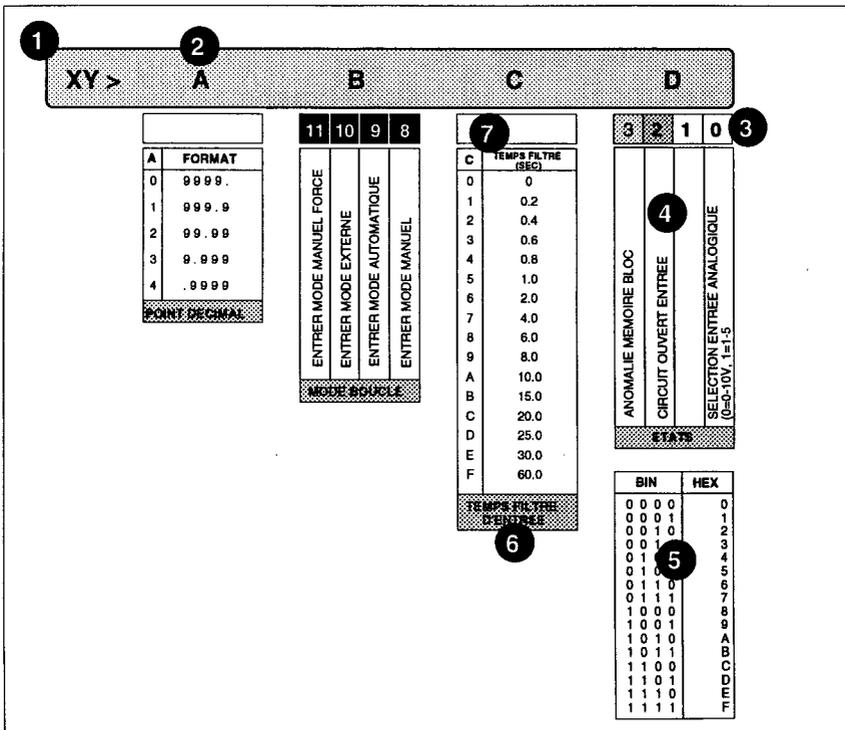
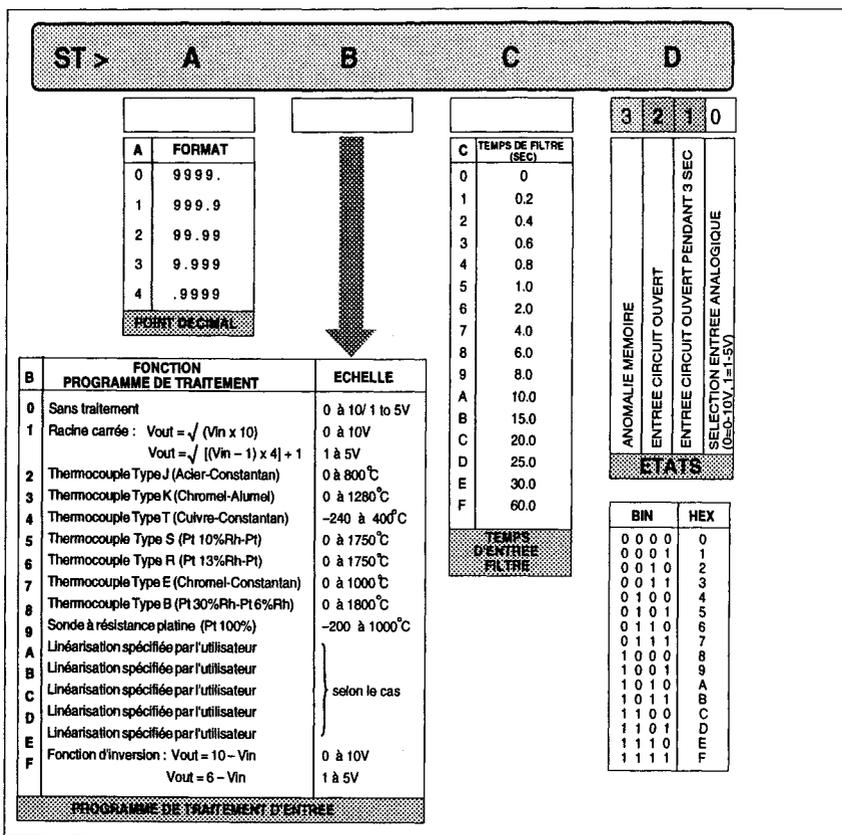

Figure 4.2 Symboles utilisés dans les schémas de parmètre (à titre d'exemple uniquement)
Figure 4.5 Paramètre ST - Bloc d'entrée analogique
La figure 4.2 (un paramètre fictif) et les notas ci-dessous expliquent les symboles qui se trouvent dans les schémas de paramètres utilisés dans le présent chapitre.
- ② Chaque chiffre hexadécimal contient quatre chiffres binaires, ce qui fait un total de 16 bits numérotés de 0 à 15. La numérotation des bits est représentée pour les chiffres B et D ; le reste suit dans l'ordre et se termine par le bit 15 au chiffre A.
- ③ Dans ces schémas, les numéros de bit ne sont indiqués que pour les chiffres ayant une signification individuelle, ce qui s'applique aux bits B et D dans l'exemple de la figure 4.2. Les autres bits ne sont pas numérotés.
- ⑤ Une table de conversion binaire/hexadécimale permet de traduire les chiffres des paramètres A, B, C et D en configuration binaire (et *vice-versa*).
- ⑥ Pour pouvoir trouver le chiffre correct, chaque tableau d'information a un titre qui récapitule la fonction du chiffre auquel il renvoie.
- ⑦ Lorsque les bits n'ont pas de signification individuelle, une table sous le chiffre en question montre ce que chaque valeur hexadécimale signifie. Par exemple, les chiffres A et C à la figure 4.2.
La figure 4.5 montre les significations de chacun des quatre chiffres hexadécimaux du paramètre ST du bloc d'entrée analogique. (Les symboles utilisés dans le schéma des paramètres sont expliqués à la figure 4.2).
- **Linéarisations thermocouple et sonde à résistance de platine (B = 2 à 9).** La figure 4.5 montre l'échelle de température maximale pour laquelle chaque linéarisation fonctionnera correctement. *S'assurer que l'étendue du point de consigne programmé de la boucle de régulation (définie par HR et LR) se situe toujours dans les limites de cette échelle.* Pour une résolution maximale, il faut également mettre à l'échelle l'amplificateur du thermocouple ou le convertisseur d'entrée pour obtenir une sortie de 0 - 10 V pour la plage d'entrée LR à HR.